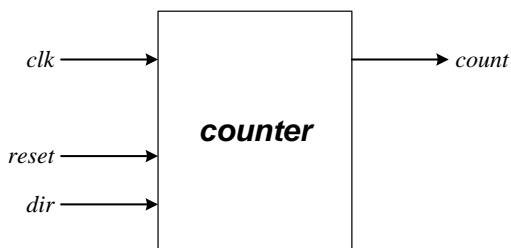

图 6、双向循环计数器
**2.11**、设计一个能够递增和递减的 8 位双向循环计数器，计数器的示意图如图 6 所示。